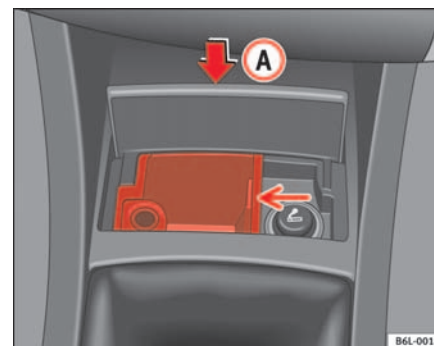

Fig. 80
- Pulse la parte inferior de la tapa del cenicero  ⇒ fig. 80 y ésta se abre automáticamente por efecto del muelle.